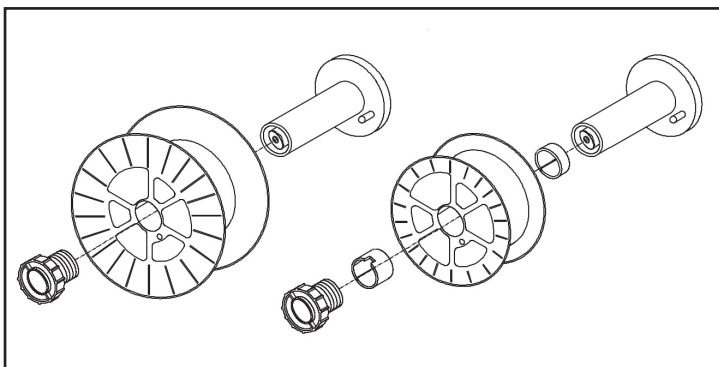

Figura 1 - Caricamento del filo
- Se necessario per il tipo di bobina introdurre i distanziali come indicato nella figura 1.